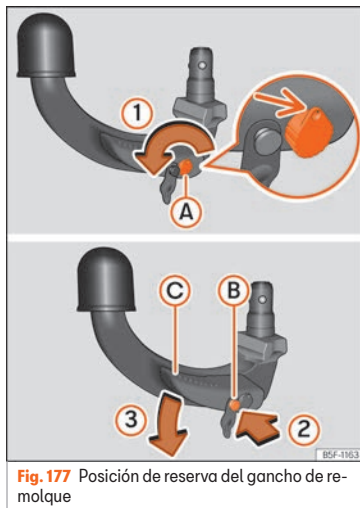

Fig. 177 Posición de reserva del gancho de remolque
- Inserte y gire la llave en el sentido de la flecha » » fig. 177 ① hasta que el agujero de la llave quede arriba (flecha).
- Presione el perno de desbloqueo » » fig. 177 ② en el sentido de la flecha ② y al mismo tiempo presione la palanca ③ en el sentido de la flecha ③ hasta el tope.